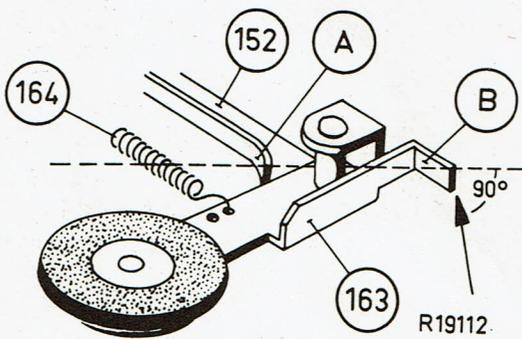

Fig.3
D. MECANISME D'ENTRAINEMENT (voir les fig. 3, 4 et 5)
Si ce n'est pas le cas, déformer la languette A (fig. 3).
10. La force mesurée selon la fig. 3, sur l'étrier de la roue intermédiaire doit être comprise entre 100 et 140 g.